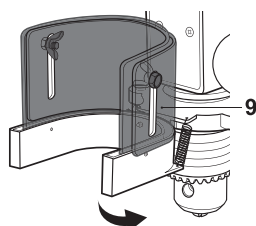

Fig. 8
- > Coloque a proteção do mandril (9) para baixo (Fig. 8).